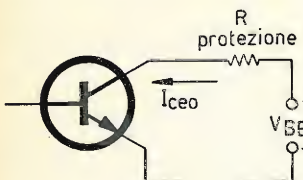

figura 4
4) Misura di  $I_{ceo}$ : si ottiene il montaggio di figura 4.